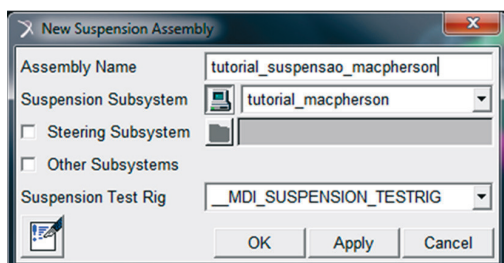

Figura 4.117 – Criação do *Assembly*.
- A Figura 4.117 ilustra o preenchimento da janela *New Suspension Assembly*. Atribua um nome ao *Assembly*, no primeiro campo, este deve ser diferente do nome atribuído ao *Subsystem*. Selecione o subsistema de interesse (segundo campo). No campo *Suspension Test Rig*, a opção *\_MDI\_SUSPENSION\_TESTRIG* deve estar selecionada, a qual corresponde à plataforma de teste a ser utilizada nas simulações. Caso deseje incluir outros subsistemas na simulação, selecione o item *Other Subsystems*.